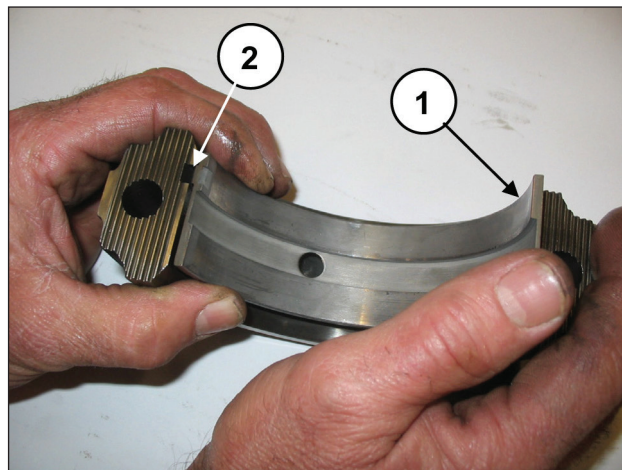

Fig. 59
Colocar los semicojinetes inferiores en los sombreretes (pos. ①, Fig. 59) y comprobar que la lengüeta de referencia de los semicojinetes esté dentro del alojamiento del sombrerete (pos. ②, Fig. 59).